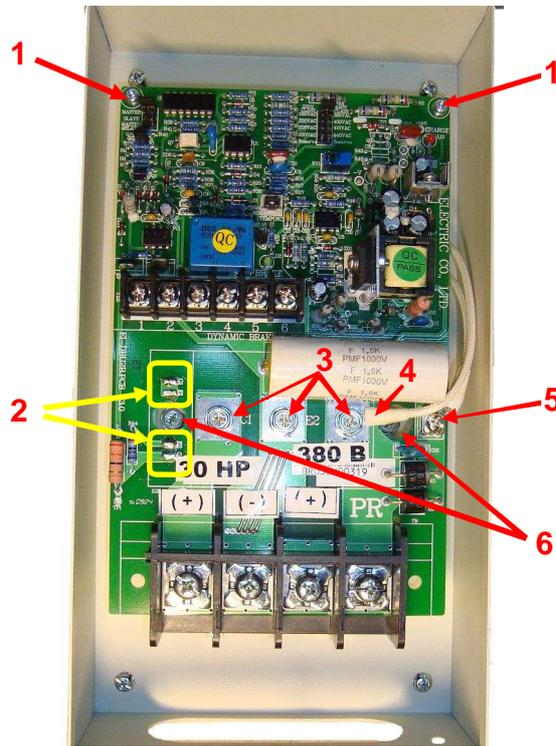

Рис. 6.4.
6.4.1. Взять плату управления, установить в корпус прерывателя (рис. 6.4) так, чтобы отверстия сверху платы совпали с отверстиями стоек корпуса (1), а выводы модуля IGBT вошли в соответствующие отверстия платы (2).
6.4.2. Вкрутить 2 винта крепления платы (1), рис. 6.4.
6.4.3. Вкрутить 3 винта соединения контактных площадок платы управления с силовыми выводами модуля IGBT (3), рис.6.4.
6.4.4. Установить на плате наконечник второго вывода резистора (5), рис. 6.4.
6.4.5. Затянуть винты крепления модуля IGBT (6), рис. 6.4. Затянуть все остальные винты.
6.4.6. Паять 4 контакта модуля IGBT (2), рис. 6.4.